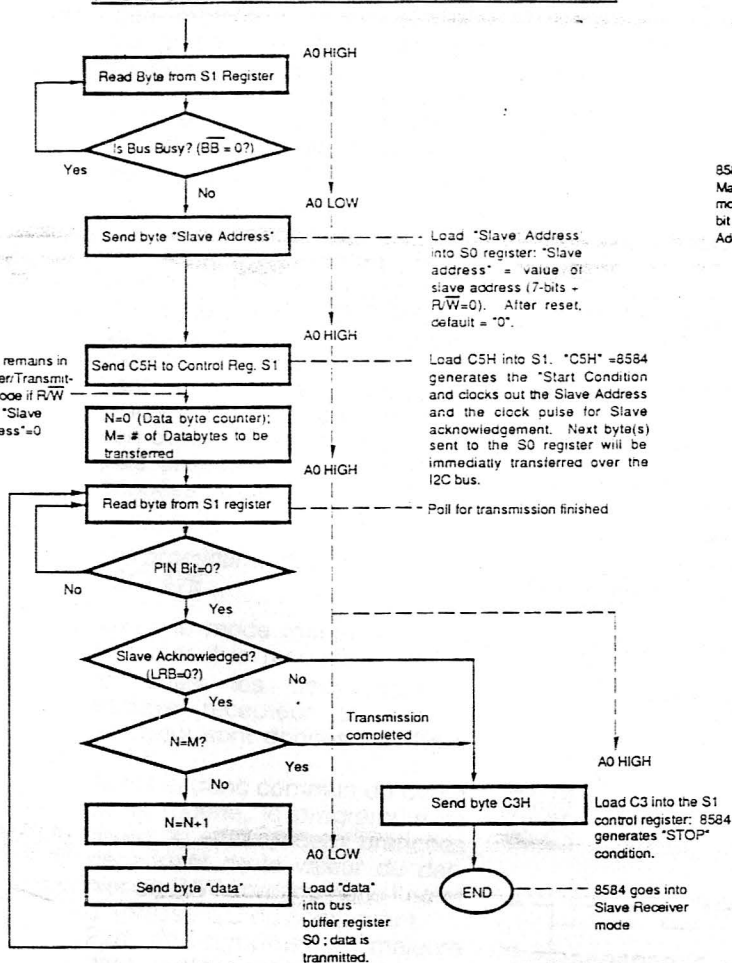

Figure 6
- Maître émetteur, **figure 6**.